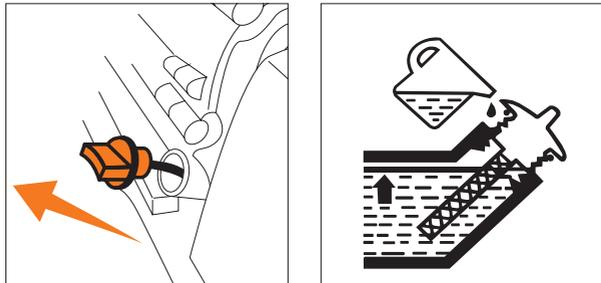

Рис. 17
- Отверните крышку маслоналивной горловины (Рис. 17) из картера двигателя, достаньте щуп.